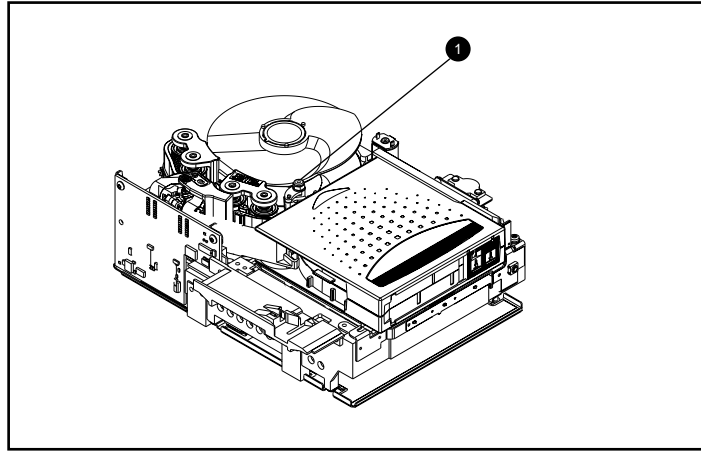

図11: カートリッジ バックラからリーダ ピンを取り外す
カートリッジ バックル①からリーダ ピンを取り外すには、ピンセットを使用します。取り外したリーダ ピンは、バックラ(バックラの位置は図11を参照)のフックに戻してください。